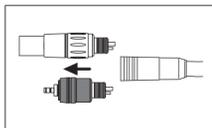

Fig. 46
- 1 Remova a junta de acoplamento do tubo (Fig. 46).